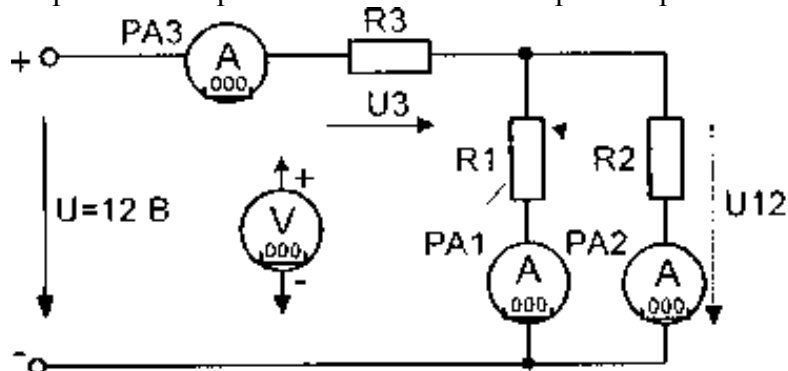

Рис. 3
3.5. Собрать линейную цепь со смешанным соединением резисторов (рис. 3).